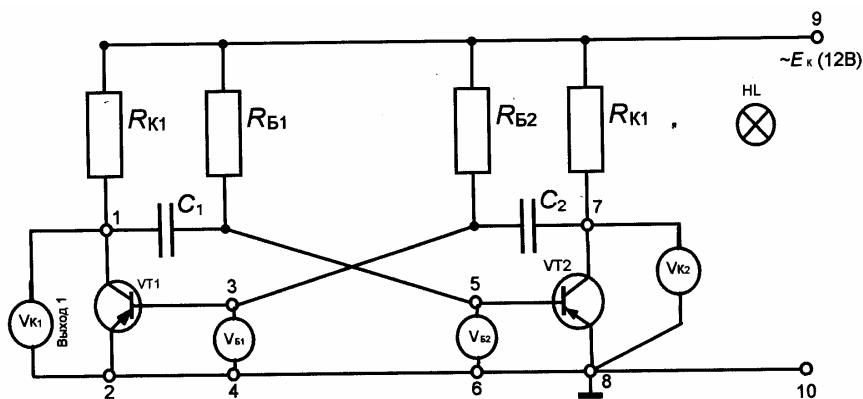

Рис. 5.1 Схема стенда «Симметричный мультивибратор»
Схема стенда «Симметричный мультивибратор» показана на рис. 5.1.
2 Подготовить стенд к проведению эксперимента для получения данных по расчету параметров чередования импульсов. Для этого, не включая блок питания в сеть на напряжение 220 В, собрать схему согласно рис. 5.1. При этом включение вольтметров $V_{б1}$, $V_{к2}$, $V_{б1}$ не обязательно.
4. Подключить блок питания к сетевому напряжению 220 В и измерить напряжение $E_{к}$, подаваемое на стенд, отдельным вольтметром (на рис. 5.1 он не показан). Оно должно быть не выше 12 В и соответствовать указанной полярности.